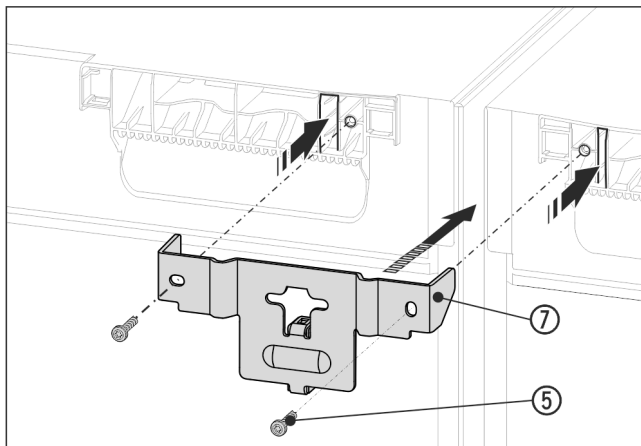

Fig. 16 Reprezentare exemplificativă
- ▶ Împingeți vinclul Fig. 16 (7) cu piesa de distanțare între aparate și împingeți-l cu lamelele în planșeul aparatului. Strângeți ferm cu 2 șuruburi Fig. 16 (5).